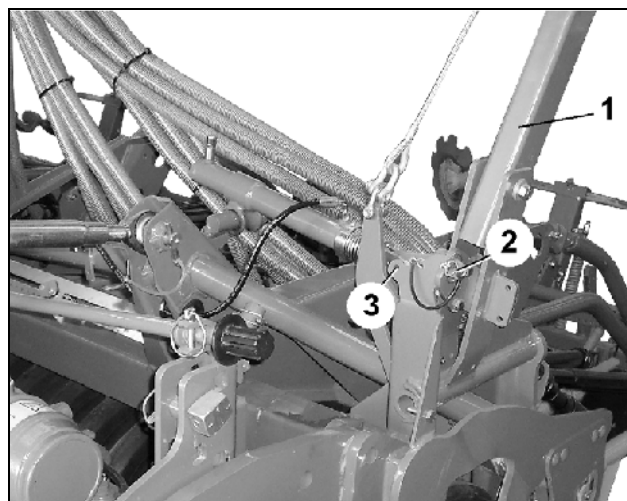

Fig. 111
- Trattenere il braccio del marcassolco (Fig. 111/1) e rimuovere la spina a scatto (Fig. 111/2) necessaria per il trasporto.
- Inserire la spina a scatto nella linguetta (Fig. 111/3) quando non viene utilizzata.
Una volta rimossa la spina a scatto (Fig. 111/2), il braccio del marcassolco si inclina leggermente di lato.